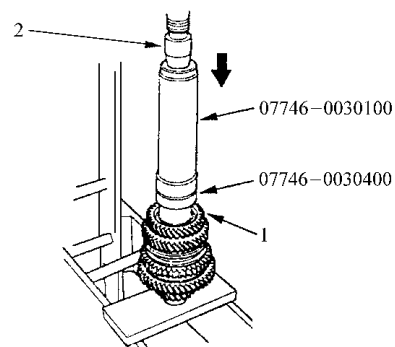

图 4-93 压入 3 档齿轮
7) 如图 4-93 所示, 借助专用工具和压力机, 将 3 档齿轮安装到副轴上。